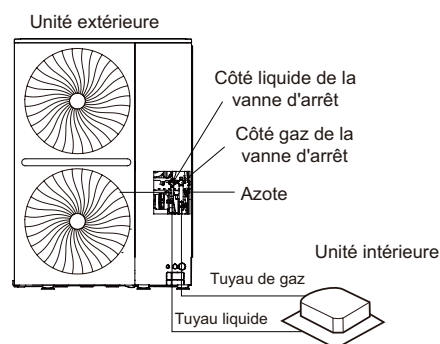

Fig.5.35
8. Rincez les autres ouvertures de la même manière, en travaillant en séquence depuis l'unité intérieure A vers les unités extérieures. Se reporter à Fig.5.35